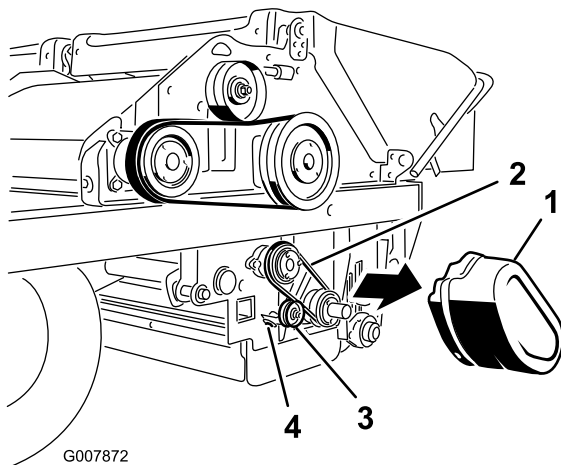

Bild 59
1. Entfernen Sie die Riemenabdeckung (Bild 59).
2. Lockern Sie die Mutter an der Spannscheibe (Bild 59).
3. Drücken Sie die Spannscheibe in den Riemen und ziehen Sie gleichzeitig die Spannscheibenmutter an (Bild 59).